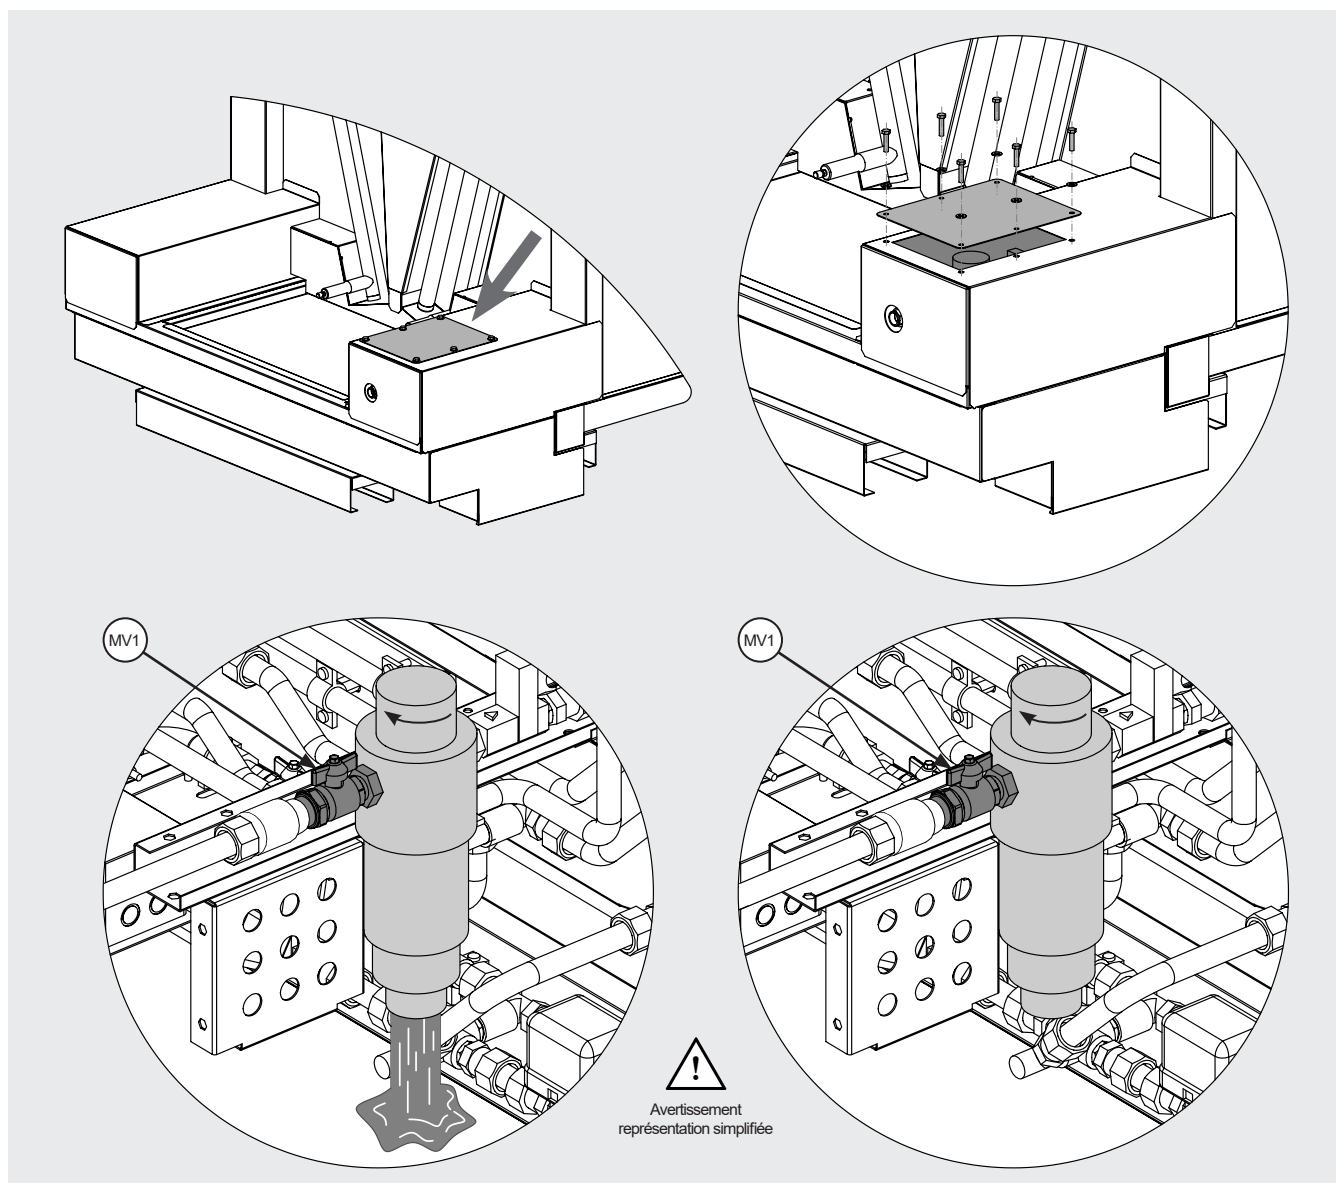

Figure 29
12.17.4 Repérez le couvercle qui protège le filtre : il se trouve à l'avant du modèle. Voir la Figure 29. Retirez les vis et les rondelles qui fixent le couvercle et rangez-les dans un endroit approprié. Retirez le couvercle.
12.17.7 Assurez-vous que l'eau du réseau est disponible et que la vanne manuelle (MV1) en amont du filtre est ouverte, voir Figure 29.
12.18.5 Assurez-vous que le modèle est éteint, comme indiqué aux points 12.1 - 12.4, et que le circuit adiabatique du modèle est isolé: fermez la vanne (MV1) à l'entrée, voir la Figure 29.
- 12.18.12 Lorsque vous avez terminé, ouvrez la vanne (MV1) précédemment ouverte, voir la Figure 29.
- 12.22.10 Nettoyez le filtre à eau d'entrée conformément au point 12.17, la vanne (MV1) étant fermée (voir la Figure 29). Les résidus seront évacués du filtre avec l'eau qu'il contient.